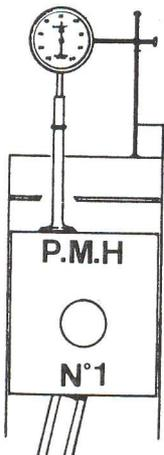

Fig. N10 —
2. Descendre une soupape (fig. N10) du cylindre N° 1 sur le piston (attachée par la queue de soupape pour éviter qu'elle ne tombe accidentellement dans le cylindre).
3. Descendre une soupape (fig. N10) du cylindre N° 1 sur le piston (soupape retenue par un fil à la queue de soupape).